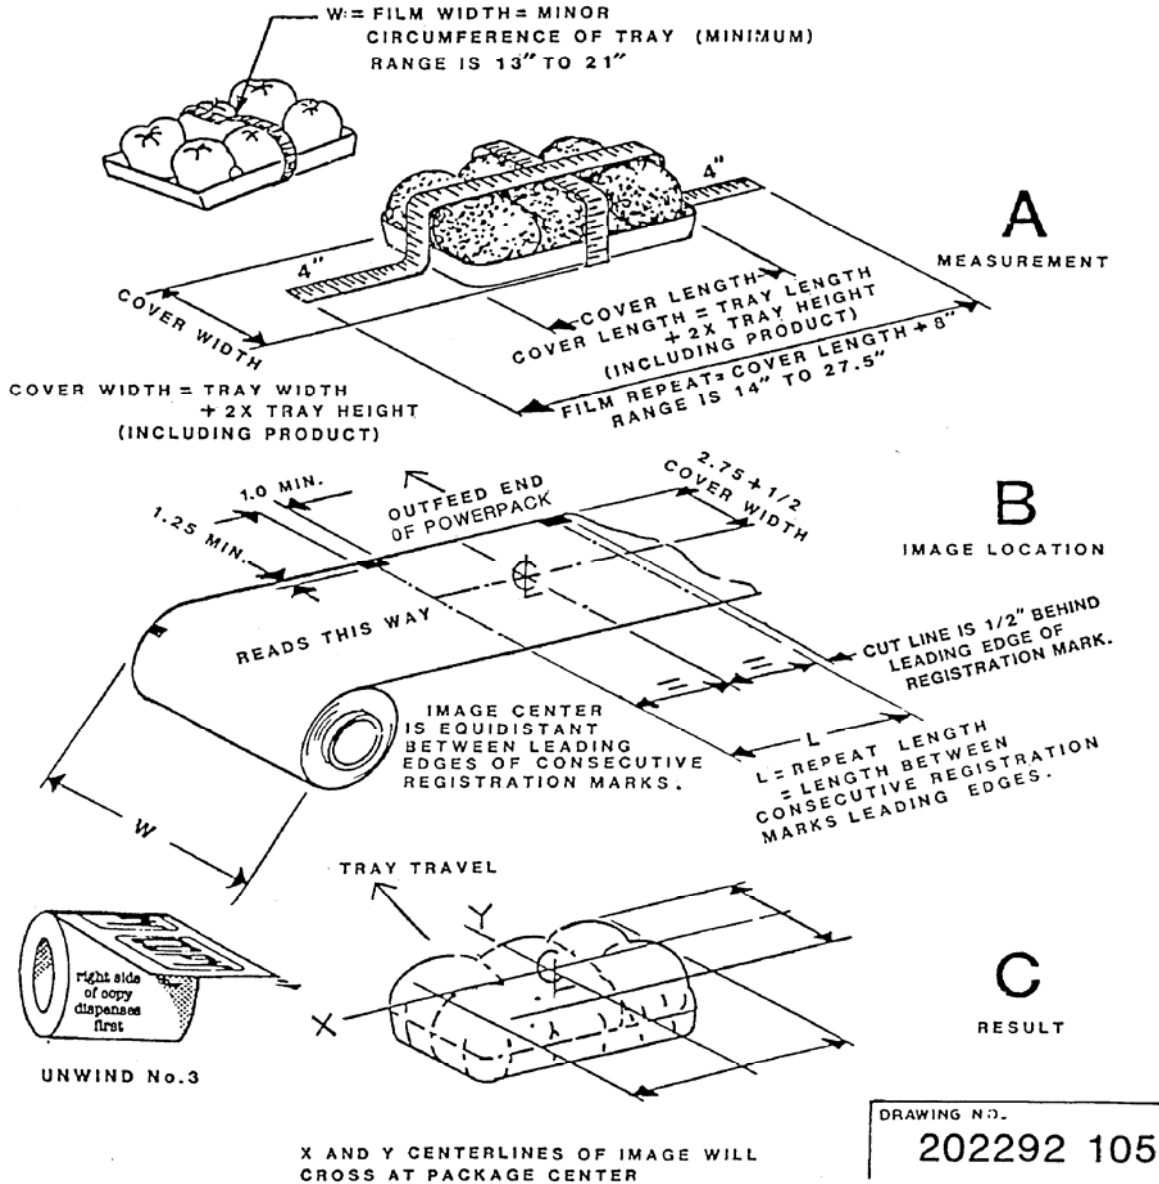

Figura 7-1 Especificaciones de película impresa registrada
Para determinar el ancho e la película, consulte la Figura 7-1:
La línea central vertical de la imagen impresa debe estar colocada 2.75 pulgadas + 1/2 del ancho de la cubierta desde el borde posterior de la película. El ancho de la cubierta es igual al ancho de la bandeja más dos veces la altura de la bandeja, incluyendo el producto, como se mide en "A" mostrado en la Figura 7-1.
Para determinar la longitud de la película requerida, mida la longitud de la cubierta de la bandeja, la cual es igual a la longitud de la bandeja más dos veces la altura, incluyendo el producto, como se muestra en "A" en la Figura 7-1. La longitud repetida de película, o distancia, es igual a la longitud de la cubierta + 8" para una bandeja típica. Para la bandeja número 8, (8"A x 10"L), la longitud repetida típica sería aproximadamente  $10 + 2 + 2 + 8 = 22$ ".
La línea central de la imagen horizontal debe estar 1/2" fuera del centro de los bordes frontales de las marcas de registro, como se muestra en "B y "C" en la Figura 7-1.
- La imagen de la película está derecha y se lee correctamente de izquierda a derecha cuando es vista desde la alimentación de la máquina. Vea "B" en la Figura 7-1.